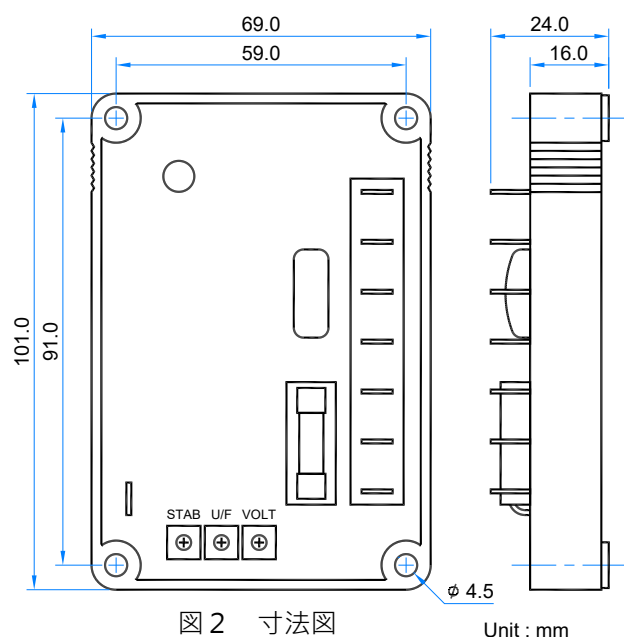

図 2 寸法図
1. 電圧調整器 (AVR) は、発電機セットの任意の適切な位置に取り付け可能であり、その外形寸法および取付け穴のサイズは図 2 に示すとおりです。